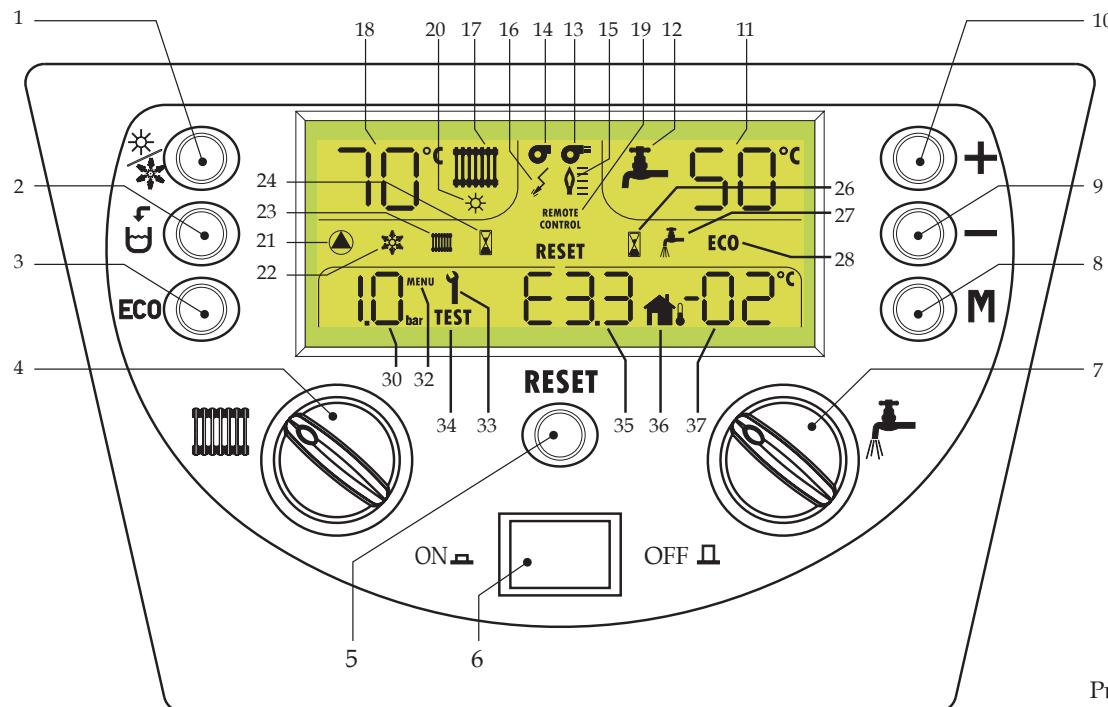

Рис. 1
Для включения/отключения режима Комфорт достаточно нажать клавишу 3 ( - 3 рис. 1). Когда включен режим Комфорт, надпись ECO исчезает с дисплея.
Для восстановления рабочего режима - нажать клавишу 5 (Сброс (Reset) - рис. 1).
- Нажать клавишу ВКЛ/ВЫКЛ (ON/OFF) (см. рис. 1)
Нажать клавишу ВКЛ/ВЫКЛ (ON/OFF) (см. рис. 1)